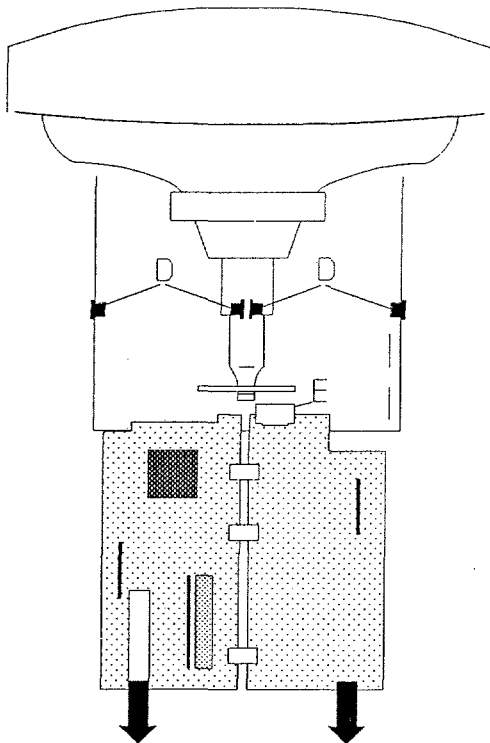

Fig 4.2
2. Posición de servicio para medir los puntos de prueba (Fig. 4.2)
Separe del panel de señal grande (ver Fig. 4.2) el indicador LED E. Levante el lado posterior de los dos paneles y sujételos con las grapas F que hay en el lado inferior del panel de señal pequeño, bajo un ángulo de 90°.